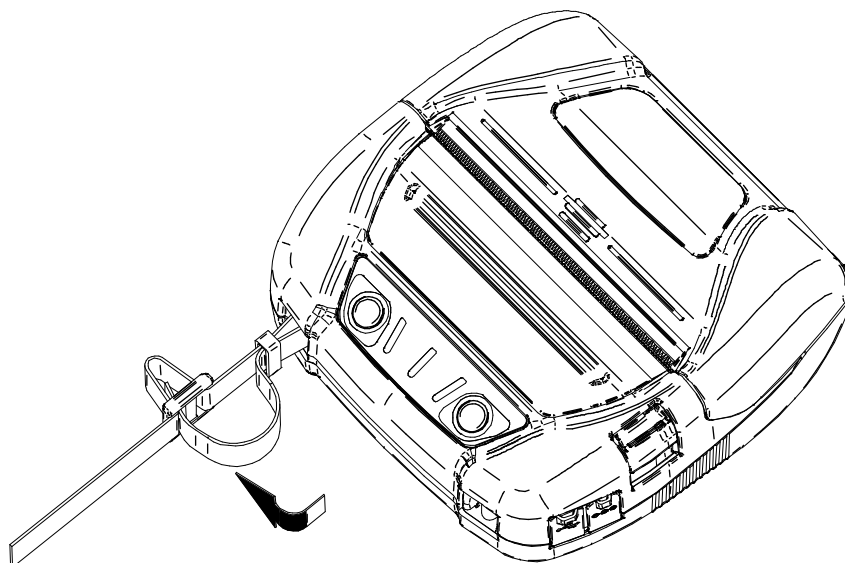

Figura 14-6 Colocación de la correa de hombro (3)
- (3) Como se indica en la Figura 14-6, pase el principio de la correa de hombro a través del hueco regulador de la parte más lejana a la impresora.